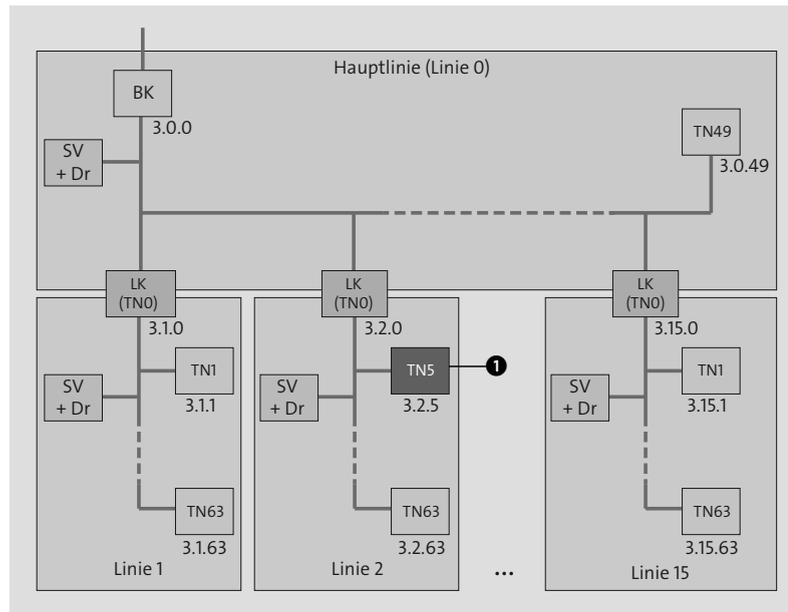

Abbildung 8.8 Physikalische Adressen im Bereich
Die folgende Abbildung 8.8 kennen Sie bereits aus Abschnitt 8.2.2, »Liniensegmente und Linien«. Nehmen Sie an, der dargestellte Bereich wäre über einen Bereichskoppler als dritter Bereich eingehängt, dann würden Sie den Teilnehmer 3.2.5 an der rot markierten Position ❶ finden (siehe Abbildung 8.8):